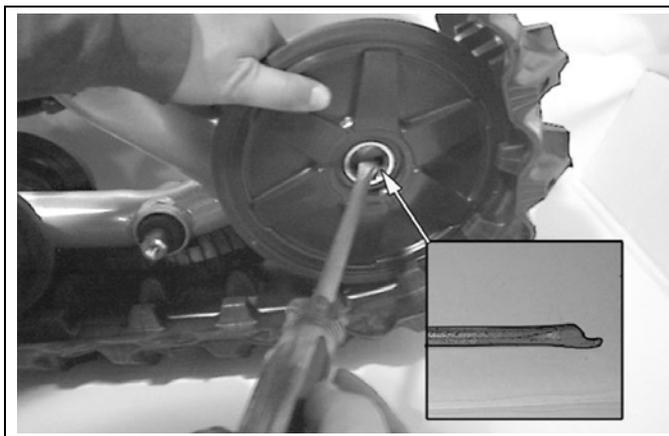

Figure 23
- Si on travaille ensuite sur le système de traction arrière, réinstaller les roues de 133-mm. (Voir la Figure 23).